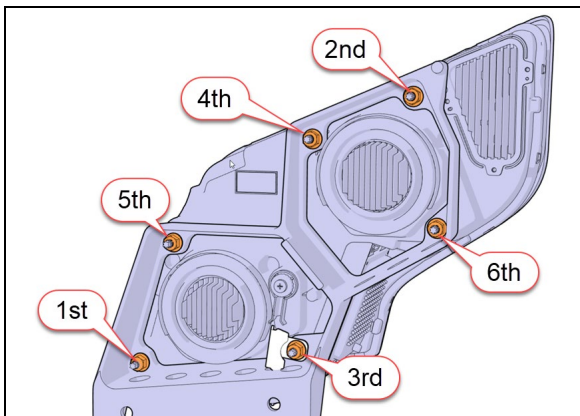

FIGURE 96
6. Montez le nouveau module d'éclairage sur le support. Serrez les six (6) écrous à la main seulement.
7. Effectuer le serrage final des écrous conformément à la séquence de serrage prescrite (Figure 96).